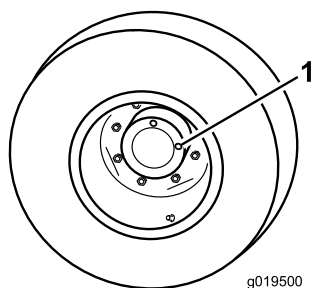

Figura 63
1. Con la macchina parcheggiata su terreno pianeggiante, posizionate la ruota in modo che un tappo di controllo (Figura 63) si trovi a ore 12 e l'altro a ore 3.
1. Tappo di controllo (2)
2. Rimuovete il tappo a ore 3 (Figura 63). L'olio deve essere in fondo al foro del tappo di controllo.